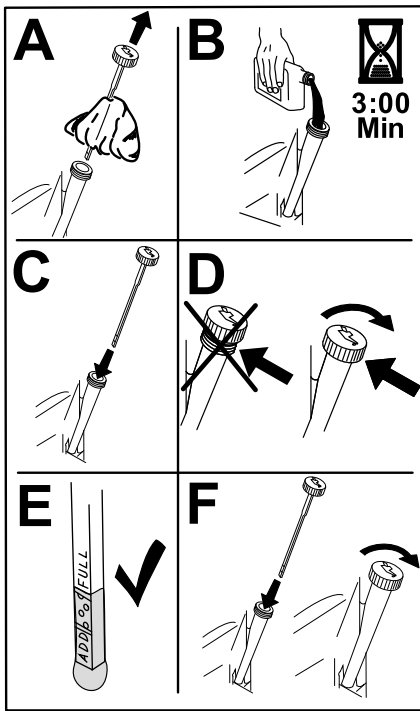

Figura 36
- Vierta lentamente un 80% aproximadamente del aceite especificado por el tubo de llenado, luego añada lentamente el resto del aceite hasta que llegue a la marca de Lleno (Figura 36).